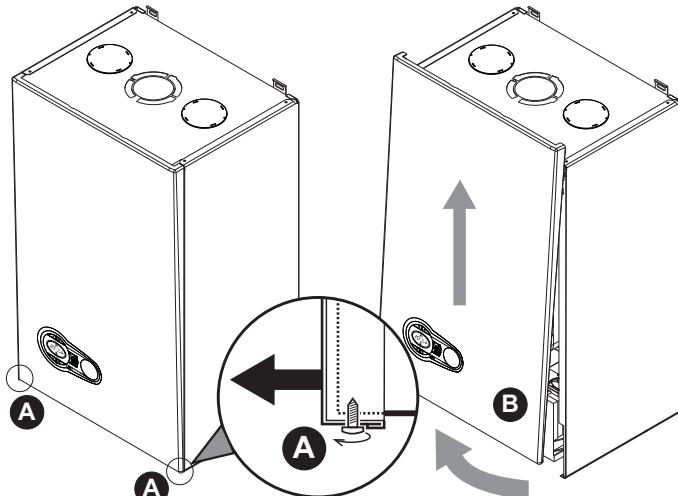

Figure 25 - Ouverture de la trappe d'accès
- Déserez en partie les vis **A** (voir la figure 25).